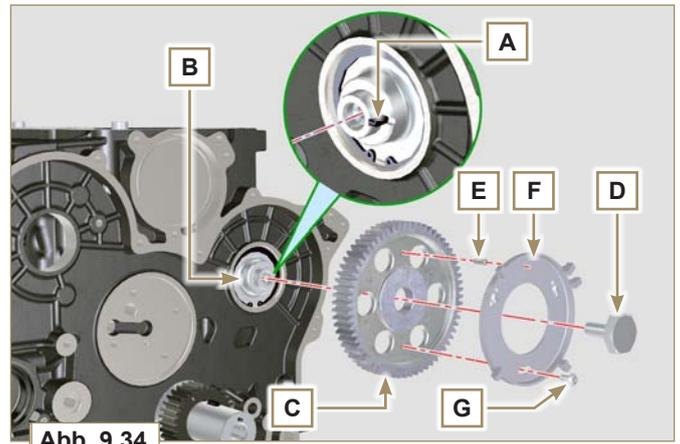

Abb. 9.34
- 12 - Die Schraube **D** festziehen (Abb. 9.34 - Anziehmoment **100 Nm**).